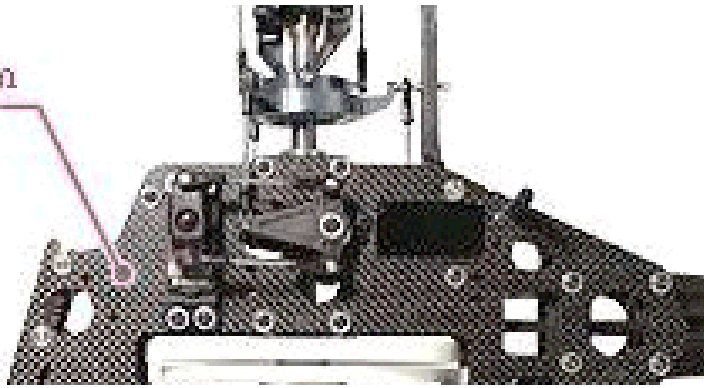
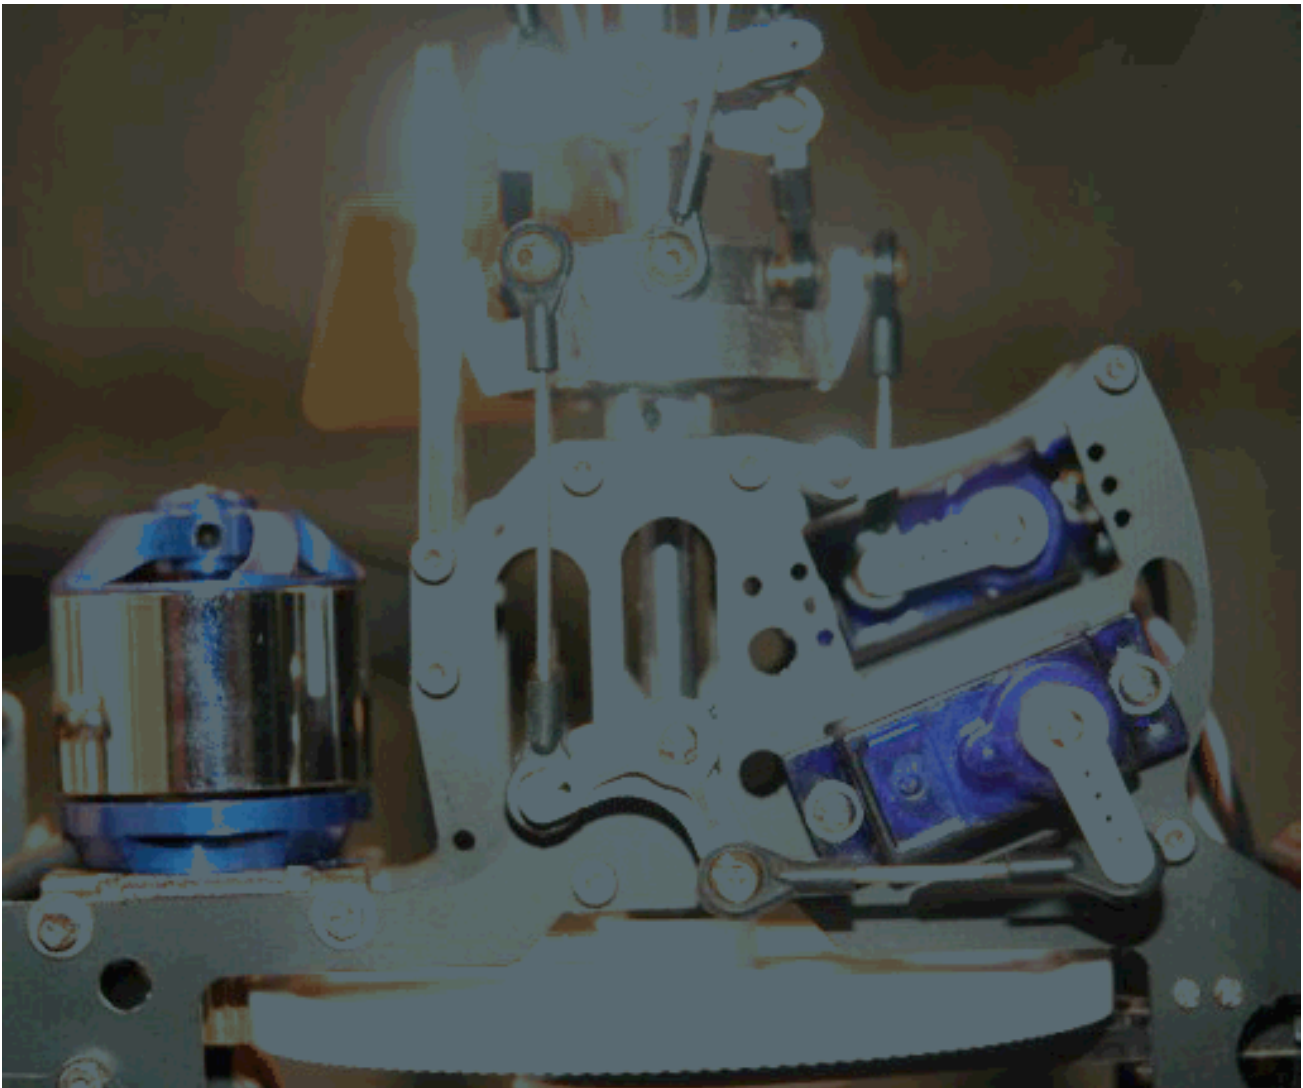

Fig 8
Fig 8b
* Nota - algunos modelos de tramitar los servos en diferentes ubicaciones y orientación. Algunos modelos, como el TREX 600 (Fig. 8) tienen brazos intermedios pivote y barras de doble vínculo. El Halcón Negro 450 (Fig. 8b) utiliza las armas intermedias pivote y servo monta en ángulo. El mismo concepto básico se aplica. Todos los vínculos cíclicos deben ser paralelos al eje principal y se mantienen paralelos a lo largo de toda su gama de viaje.